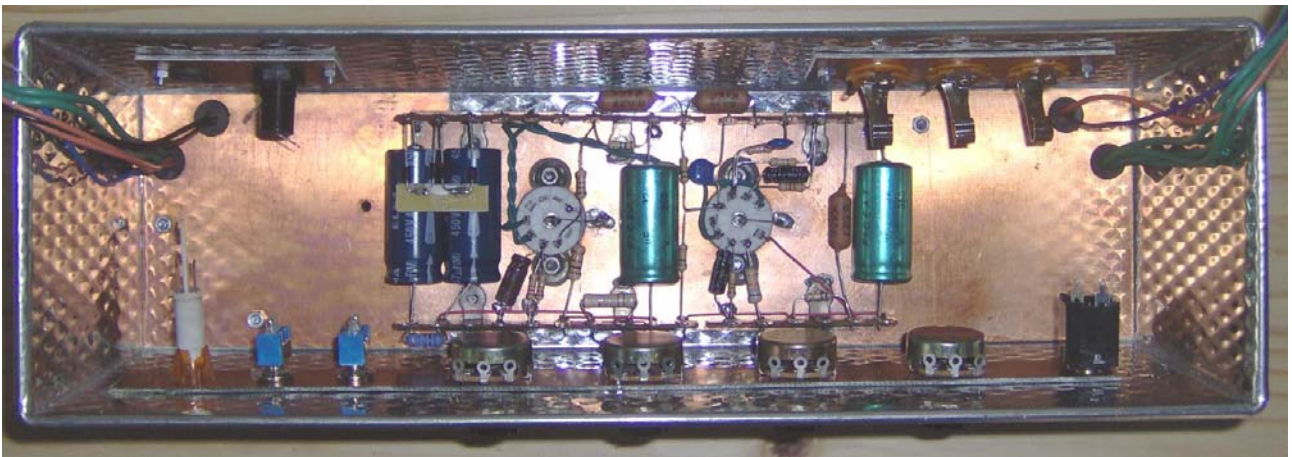

Figura 1
b) Svitare le quattro viti che fermano gli zoccoli porta-tubo sulla basetta ramata, gli zoccoli rimangono in posizione per via delle saldature effettuate sui vari piedini, eliminare le ghiera metalliche di fermo (non più occorrenti), posizionare la basetta sul fondo dello chassis facendo combaciare il bordino in risalto degli zoccoli sui fori del telaio, fissare quindi gli zoccoli, avvitando le quattro viti, dall'esterno del telaio verso l'interno; in questo modo anche la basetta ramata, con tutti i suoi componenti, è bloccata sul telaio (figura 1).